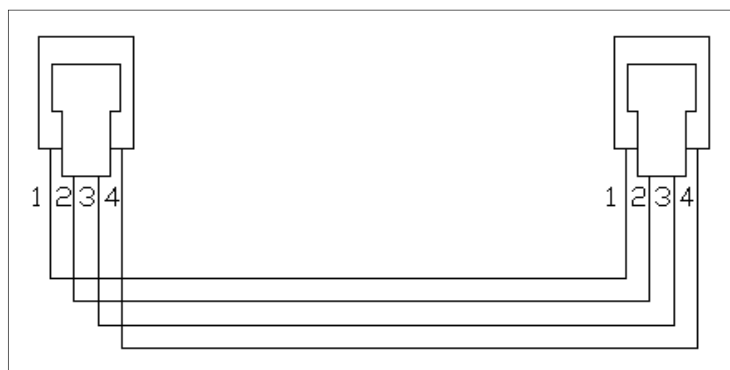

Рис. 9
Датчик подключается с помощью 4-жильного экранированного кабеля, схема которого показана на рис. 9. Кроме самого кабеля и телефонных разъемов RJ11 также понадобится специальный инструмент для обжимки разъемов RJ11. Порядок изготовления и установки кабеля датчиков:
- 4 обжать второй конец кабеля согласно схеме на рис. 9, вставить его в разъем на плате датчика. В случае тросового датчика открутить крышку кабеля, продеть кабель сквозь отверстие в крышке датчика и обжать конец кабеля;